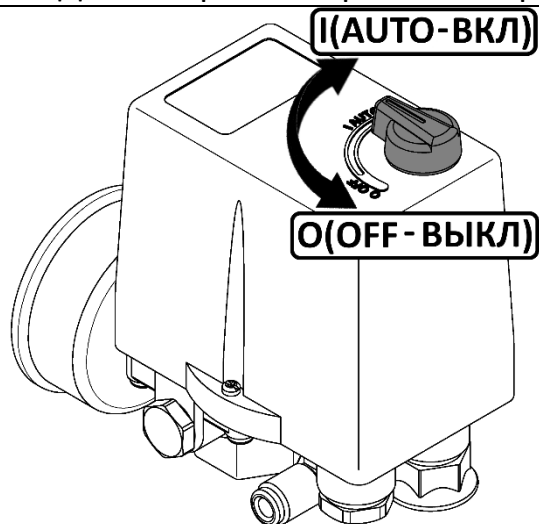

Рисунок 5
- Проверьте, чтобы выключатель на прессостате находился в выключенном положении "O" (см. рисунок 5).